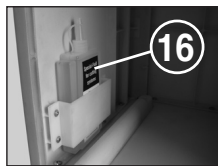

Fig. 6
Extraiga el recipiente recolector (14), tome la botellita de aceite (16) (Fig. 6) situada en el soporte en el armario inferior y vuelva a introducir el recipiente.